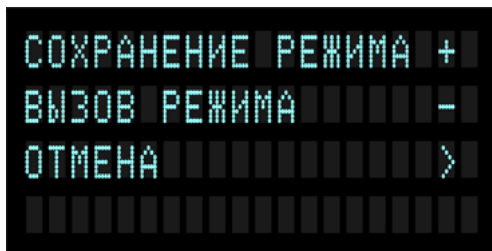

Рисунок 7 – Меню управления сохранением текущего режима
5.3.9. Комбинация (одновременное нажатие) кнопок «АВТО» и «>» вызывает меню управления сохранением текущего режима (Рис. 7).